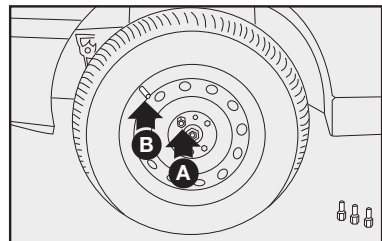

fig. 14
- Introduzca el primer tornillo **A-fig. 14**, en el orificio más cercano a la válvula de inflado **B-fig. 14**.